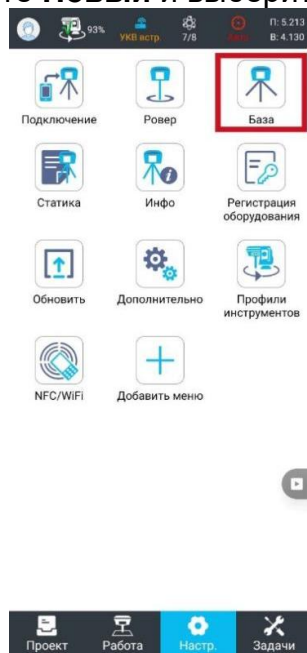

Рисунок 5.2.44
1. Для настройки стиля перейдите в нижнее меню **Настройки** (Рисунок 5.2.44).